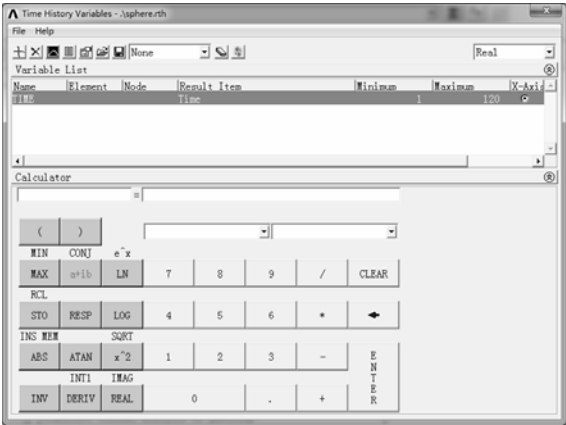

图 5-30 “Time History Variables”对话框
2) 选择“Main Menu>TimeHist Postpro”命令，弹出“Time History Variables”对话框，如图 5-30 所示。对变量的定义、存储、数学运算及显示等操作都可以在该对话框中进行。